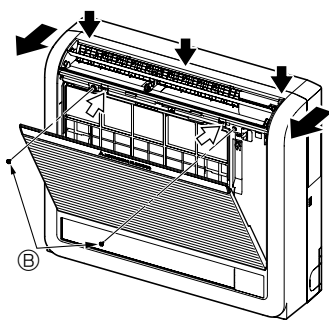
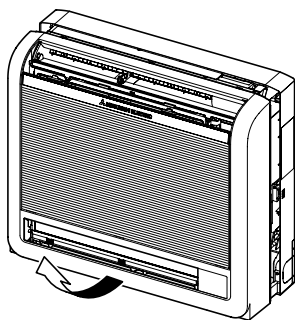

Fig. 3-3
Fig. 3-4
- ① Presione en las 2 posiciones indicadas por las flechas ⇄ y abra la rejilla frontal. (Fig. 3-3)
- ② Abra la rejilla frontal y retire los dos tornillos.
- ③ Abra el deflector horizontal de la salida de aire superior, empuje la parte superior del panel frontal en las tres posiciones y tire del extremo superior de la rejilla para extraerla de la unidad interior.
- ④ Levante la rejilla exterior y extraígalas. (Fig. 3-4)